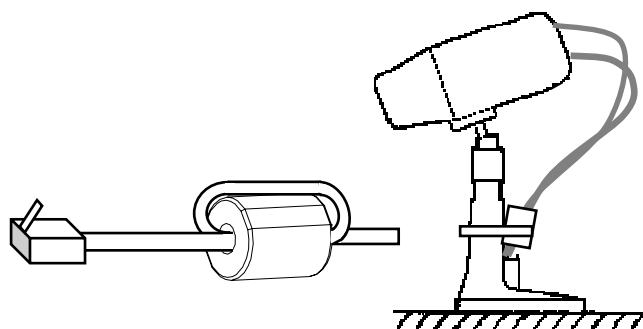

図 16-4 LAN ケーブルのコア取り付け方法
■ LAN ケーブルには、添付のフェライトコア (北川工業製 RFC-10) を図 16-4 の様に 1 回巻き付け (巻き付け角度は、R10 程度) して、取り付けてください。